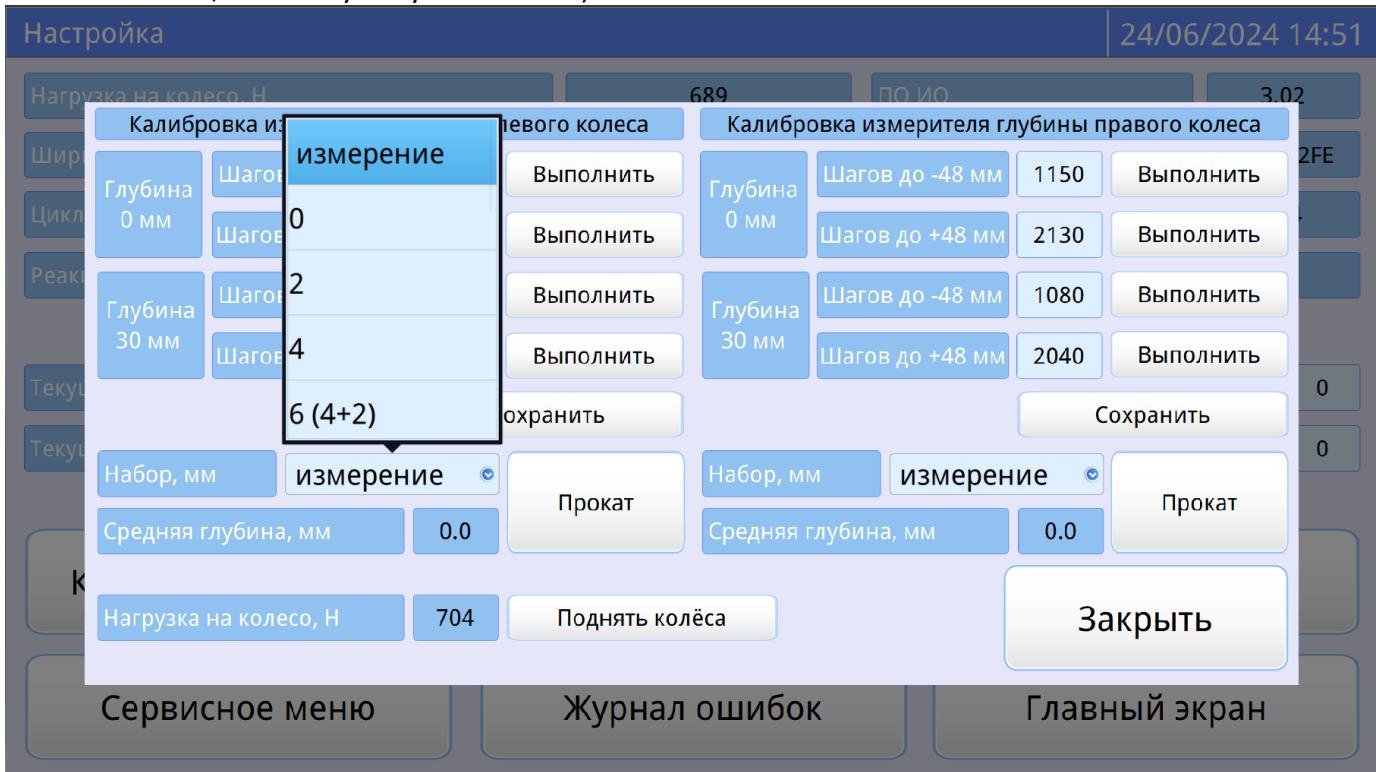

Рисунок 19 – Окно «Калибровка измерителя глубины колеи»
- 1) Установить на плиту-основание набор калибровочных пластин с высотой, указанной в поле «**Набор, мм**», для левой ячейки (см. рисунок 19 – в скобках указан набор необходимых пластин, если отсутствует номинал).